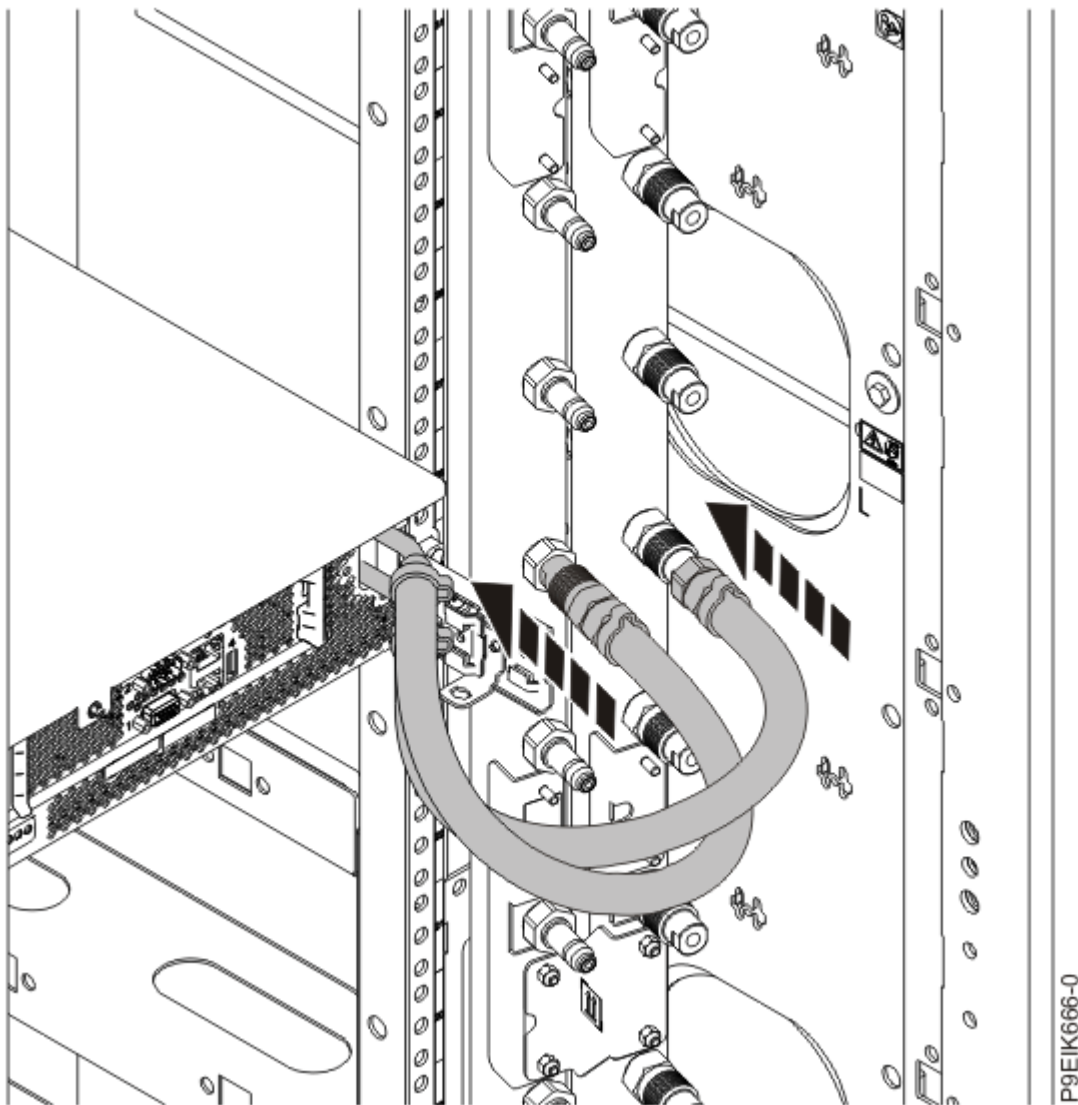

Figure 188. Rebranchement des conduites d'eau
4. Rebranchez les conduites d'eau à l'arrière de l'armoire (voir Figure 188, à la page 209).